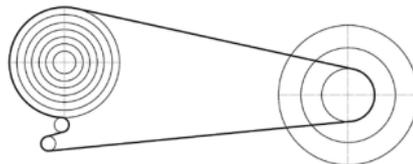

Рис. 24
3. Расположите цепь на самой большой ведомой звёздочке и маленькой звёздочке шатунов (рис. 24).
2. При вращении педалей, с помощью шифтеров переключите положение цепи на соответствующее маленькой звезде шатунов и самой большой звезде трещотки (рис. 24).